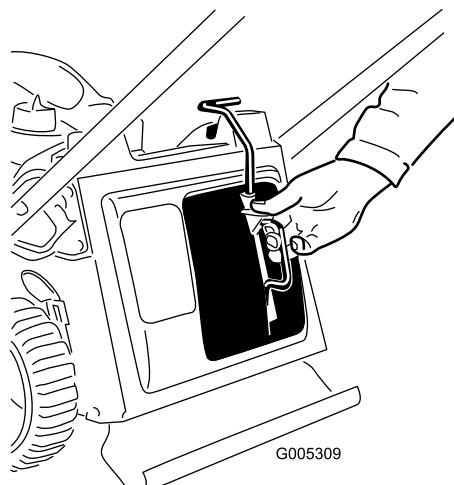

Figura 36
- Introduzca el tapón de mulching (Figura 36).